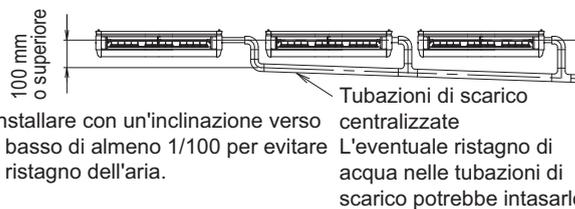

Fig. 27
Per evitare che il tubo flessibile di scarico in dotazione (1) riceva una forza eccessiva, evitare di piegarlo e di torcerlo. (Ciò potrebbe causare perdite di acqua.) Durante l'esecuzione della posa in opera delle tubazioni di scarico centralizzate, seguire le istruzioni illustrate nella Fig. 27. Il diametro delle tubazioni di scarico centralizzate deve corrispondere alla capacità di collegamento dell'unità interna. (Fare riferimento alla guida tecnica.)